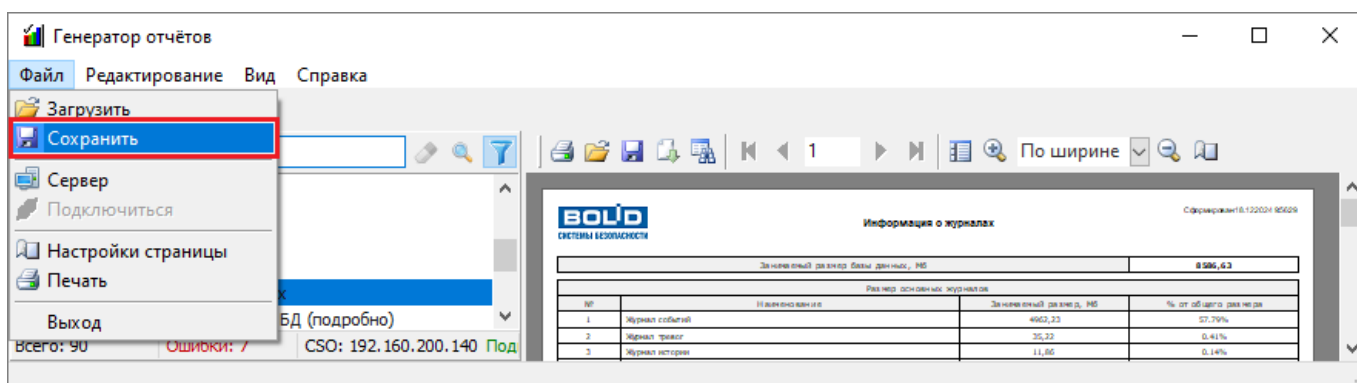

Рисунок 11-310 Сохранение отчета через меню "Файл"
- выберите в меню «Файл» (см. п. 11.5.1.1) пункт « Сохранить» (см. Рисунок 11-310);